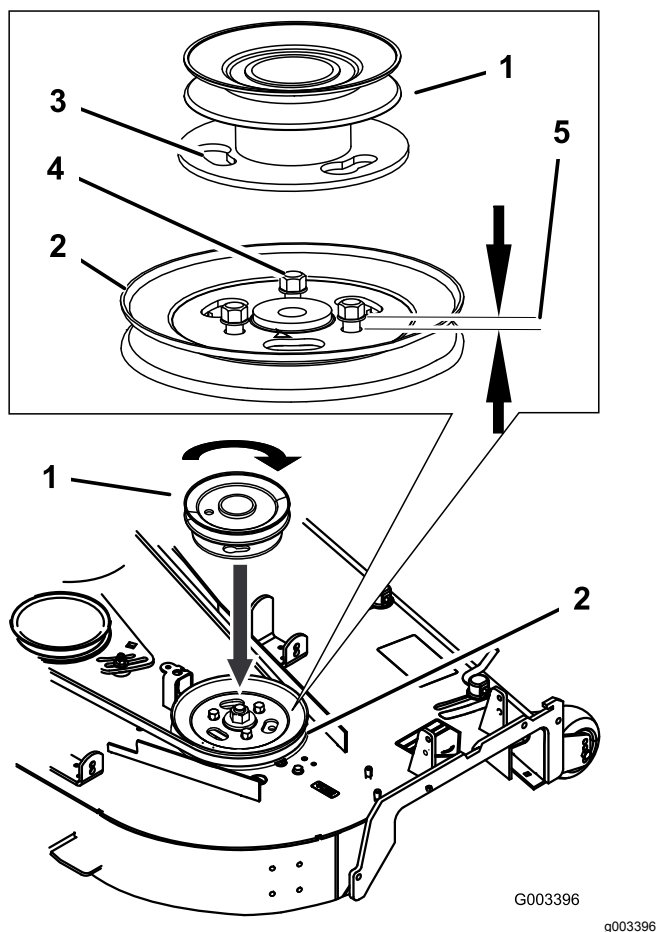

Figure 11
1. Desserrez, mais sans les enlever, les boulons autotaraudeurs sur la poulie existante du tablier de coupe (Figure 11).
2. Alignez la nouvelle poulie de sorte à pouvoir engager ses ouvertures sur les têtes des boulons (Figure 11).
3. Tournez la poulie pour la bloquer en position (Figure 11).